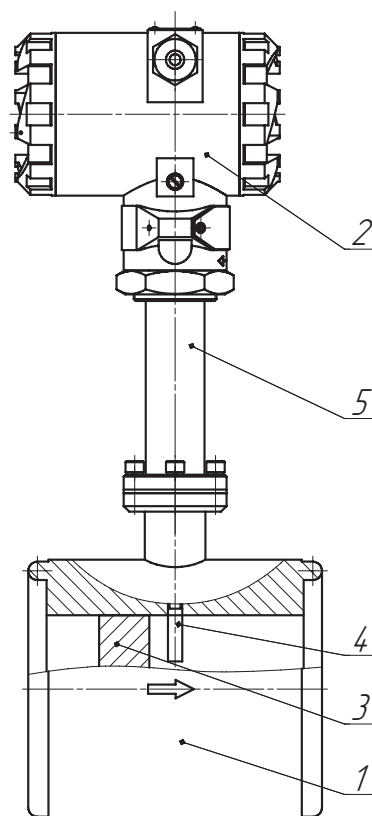

Рисунок 1. Устройство расходомера
Полнопроходной расходомер (см. рисунок 1) состоит из проточной части (1) и электронного блока (2). Проточная часть представляет собой полый цилиндр, в поперечном сечении которого установлено тело обтекания (3). За телом обтекания расположен чувствительный элемент (4) (сенсор).